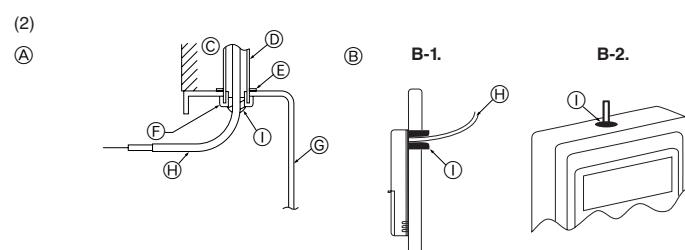

Fig. 6-3
(2) Замажьте сервисный вход в пульт дистанционного управления замазкой для предотвращения попадания капель росы, воды, а также тараканов или червей. (Fig. 6-3)
④ Для установки в распределительной коробке:
- ④ Для непосредственной установки на стене выберите одну из следующих опций: